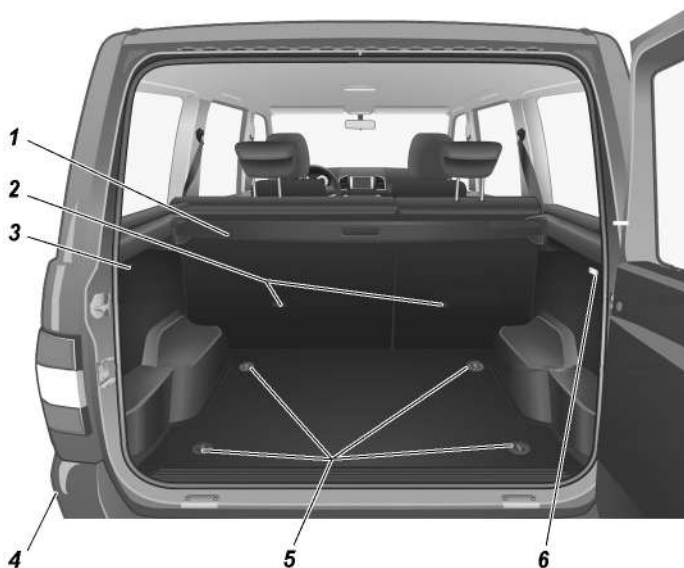

Рис. 3.47. Багажное отделение:
- закрепите верхний страховочный трос за кронштейн крепления верхнего ремня ISOFIX (рис. 3.47);
Багажное отделение (рис. 3.47)
В багажном отделении автомобиля (в зависимости от комплектации) расположена выдвижная шторка 1 (рис. 3.47).